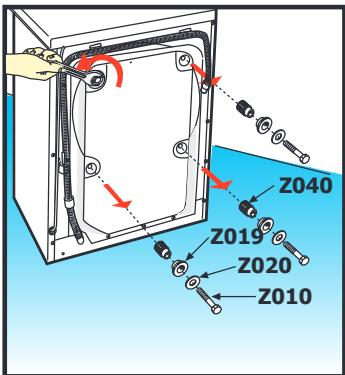

Fig. 1
- Con una chiave tennaglio da 10 mm, rimuovere le 4 viti Z010 con riempitive rondelle Z020, le boccole dei tasselli Z019, i tasselli imballo Z040 (vedi Fig. 1).